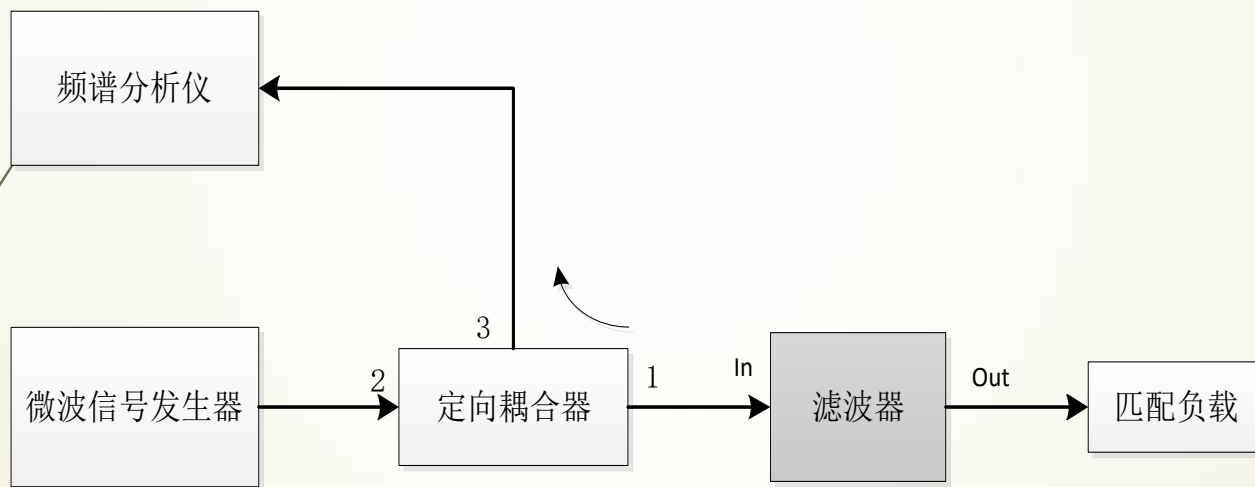

图 3.3.12 滤波器的阻抗特性测量
(1) 按照图 3.3.12所示连接测试系统（定向耦合器反接用于测量反射信号功率）。